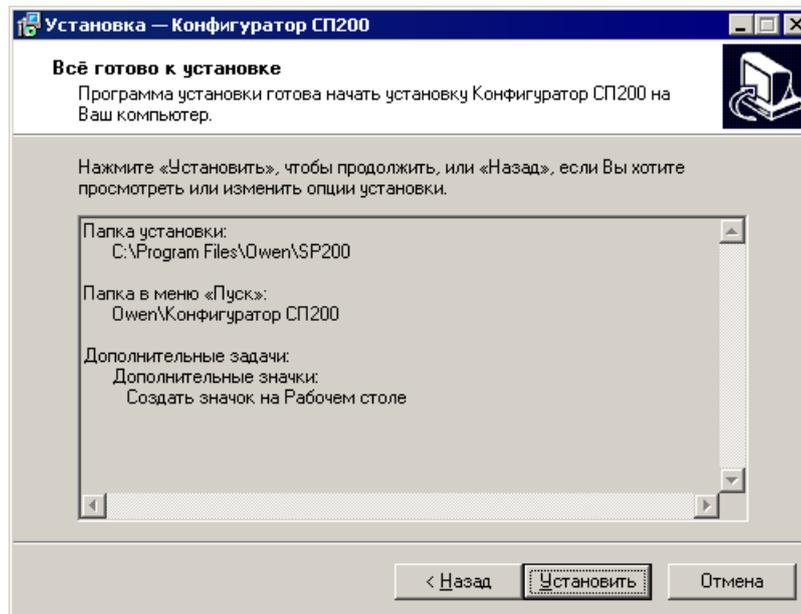

Рисунок 218
5. В пятом окне инсталлятора (см. рис. 218) – ознакомиться с заданными параметрами инсталляции. При необходимости изменить их следует нажать кнопку «Назад» и, вернувшись в требуемое окно инсталлятора, изменить параметры установки. Вернувшись в пятое окно инсталлятора, нажать кнопку «Установить».